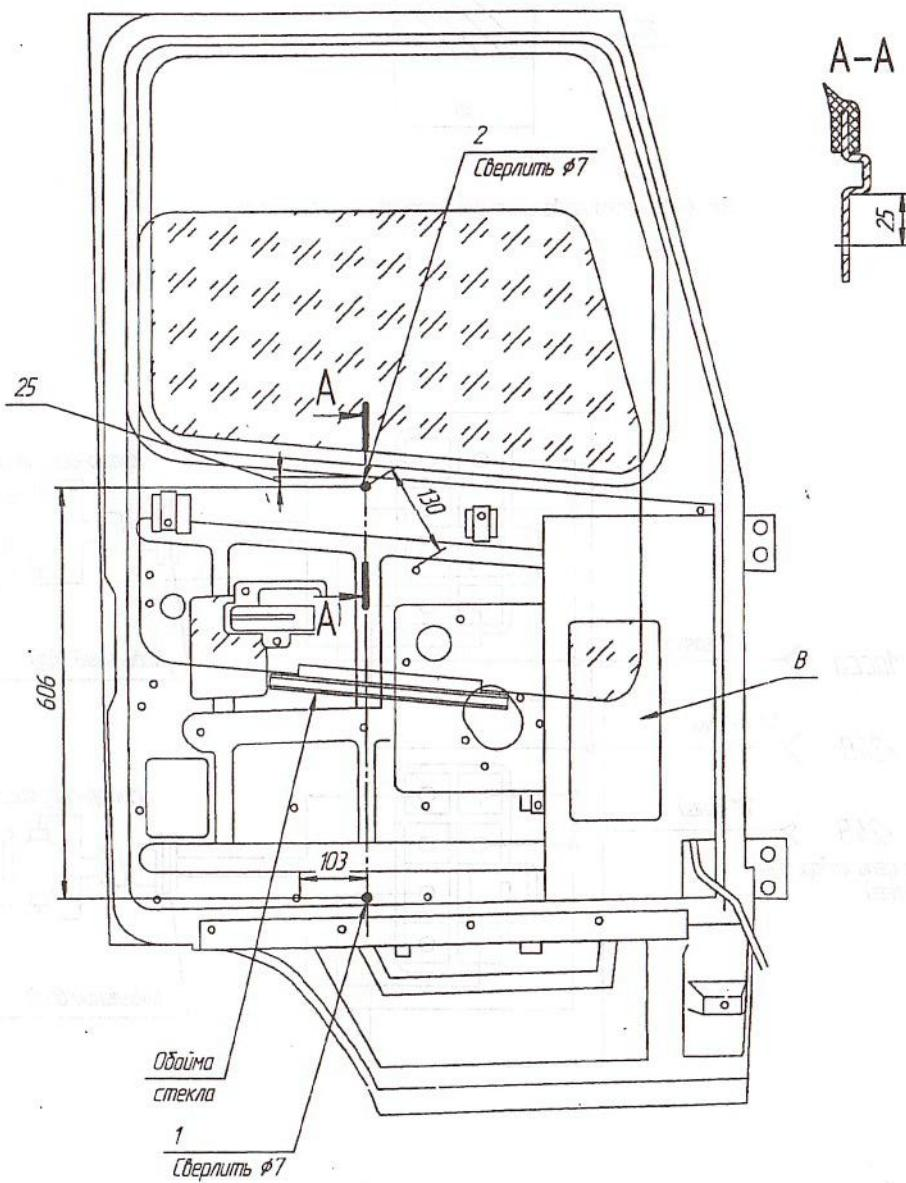

Рис. 3 Установка ЭСП в левую дверь.
6.5.2 Разметить штангенциркулем, затем просверлить два отверстия 1 и 2 диаметром 7мм на внутренней панели двери с координатами указанными на рис.3.
6.5.3 Через окно двери В (см. рис.3) ввести ЭСП в полость двери.